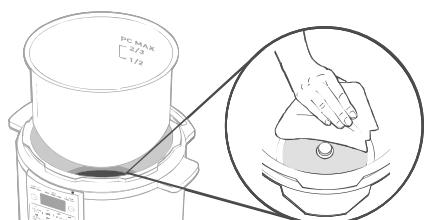

Figura 2.2
- Togliere la pentola interna. Pulire l'elemento riscaldante con un panno morbido e asciutto per accertarsi che sia privo di detriti. [Figura 2.2]